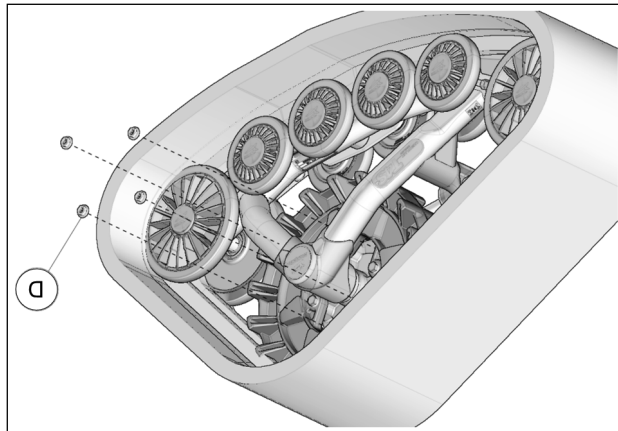

Fig. 9
9. Fixer le système de traction au moyeu de roue arrière. Utiliser les écrous de roue (D) fournis. Voir la Fig. 9